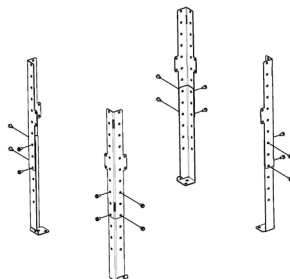

Fig. 31 - Assemblare gambe
- Comporre le 4 gambe e fissarle con le viti (vedi **Fig. 31**).